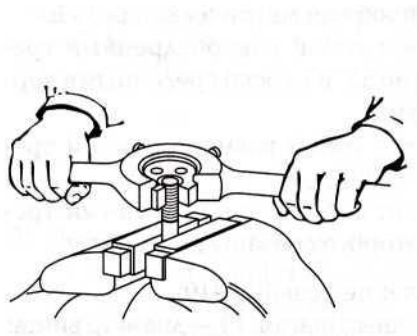

Рис.1.10
**27. Укажите, какая слесарная операция представлена на рис. 1.10:**